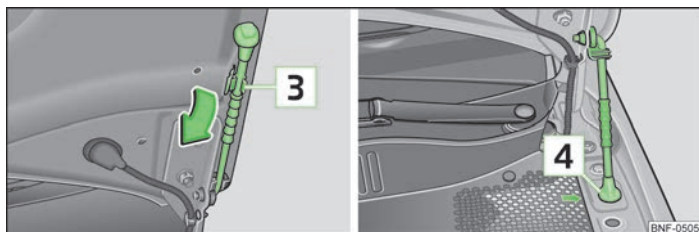

Fig. 98 Asegurar el capó
- Retirar la varilla de apoyo desde la fijación **3** en el sentido de la flecha » fig. 98 y asegurar el capó abierto colocando el extremo de la varilla en el orificio **4**.